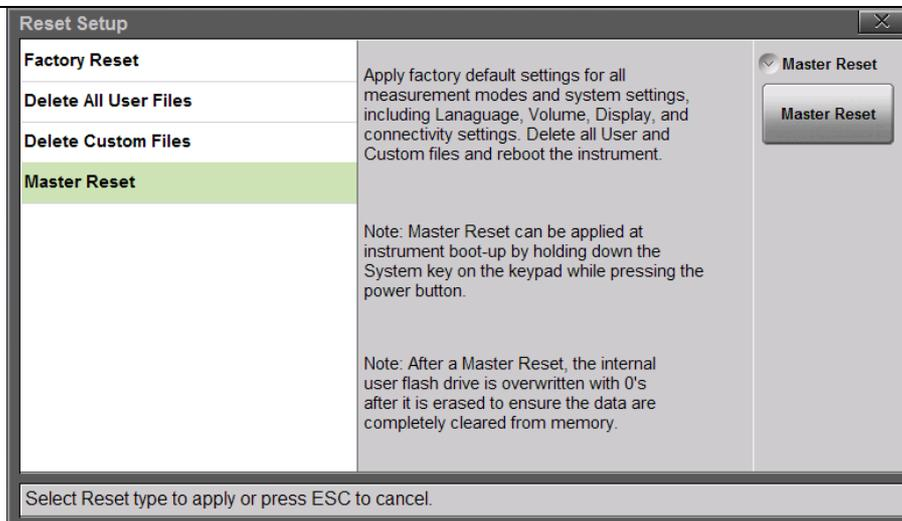

Рисунок 1-3. Процедура главного сброса (Master Reset)
1. Нажмите кнопку **Preset** (9).
2. Нажмите выпадающее подменю **Reset**, затем нажмите кнопку **Reset**. Выберите позицию **Master Reset** и ознакомьтесь с описанием на экране (рис. 1-3).